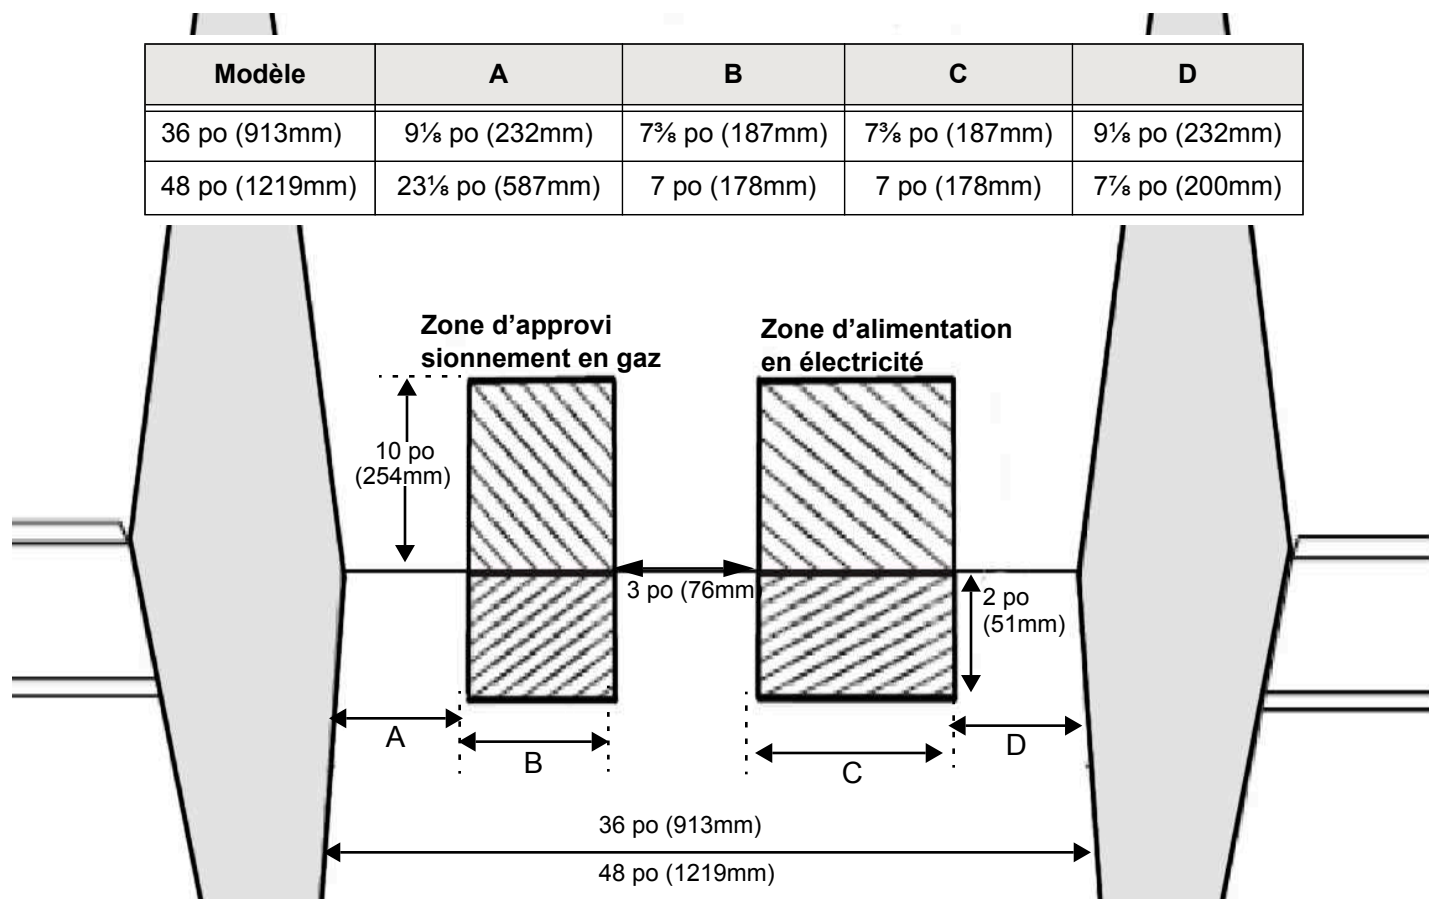

Figure 3: Emplacement des zones d'approvisionnement en gaz et d'alimentation en électricité
- Les entrées d'électricité et de gaz doivent se trouver dans les zones indiquées à la *Figure 3*.